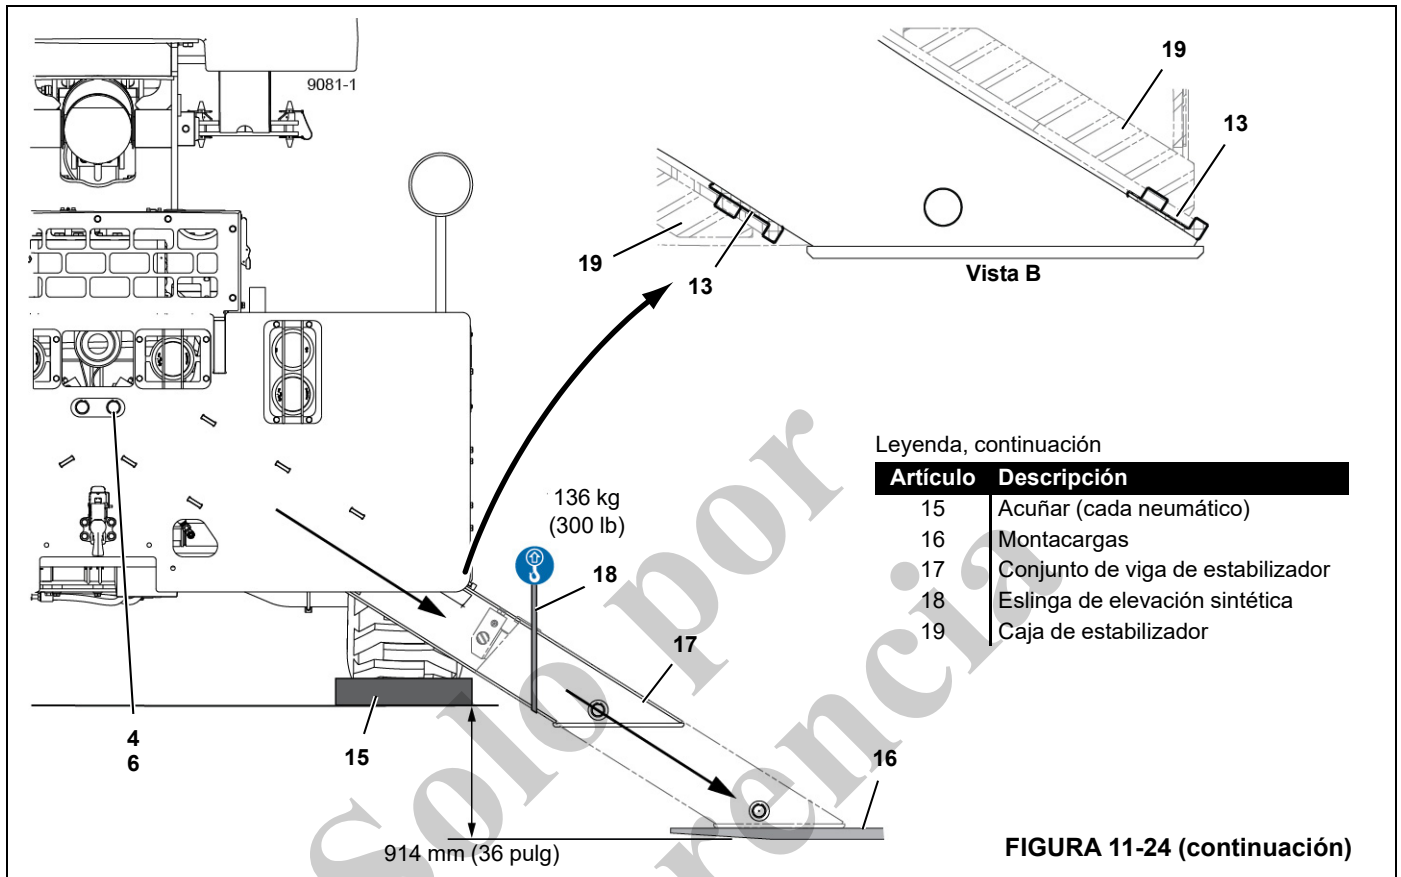

FIGURA 11-24 (continuación)
Vea la Figura 11-24 para los procedimientos siguientes.
1. Retire el anillo retenedor (6, Figura 11-24) de cualquier lado del pasador inferior (3). Saque el pasador con un punzón de latón.
2. Tire el cilindro de estabilizador (1) hacia afuera de la viga de estabilizador (2). El cilindro pesa 45 kg (100 lb).
2. Instale el cilindro del estabilizador (1, Figura 11-24) en la viga del estabilizador (2).
3. Asegúrese que el cilindro esté orientado como se muestra en la Figura 11-24.
4. Alinee los agujeros de montaje e instale el pasador inferior (3) con anillos de retención (6).
1. Use una eslinga de estrangulación para conectar una eslinga de elevación sintética (18) al conjunto de viga de estabilizador (17, Figura 11-24) y al gancho de la grúa auxiliar.
2. Eleve el conjunto de viga de estabilizador a su posición en el extremo de la caja del estabilizador (19)
3. Coloque una almohadilla de desgaste (13) a la placa superior externa de la viga de estabilizador. Use grasa universal para sostener la almohadilla de desgaste en posición.
4. Coloque dos almohadillas de desgaste (13, Vista B) en la caja de estabilizador (19). Use grasa universal para sostener las almohadillas de desgaste en posición.
6. Use la grúa auxiliar y un montacargas (16) para guiar el conjunto de viga de estabilizador (17) hacia la caja de estabilizador (19).
7. Tenga cuidado de no desalojar las almohadillas de desgaste (13).
8. Una vez que el conjunto de viga estabilizadora esté enganchado en la caja de estabilizadores, desconecte la eslinga de elevación (18).
10. Alinee los agujeros de pasador e instale el pasador superior (4) con anillos de retención (6). Un asistente tendrá que instalar el anillo retenedor interior desde abajo del vehículo.